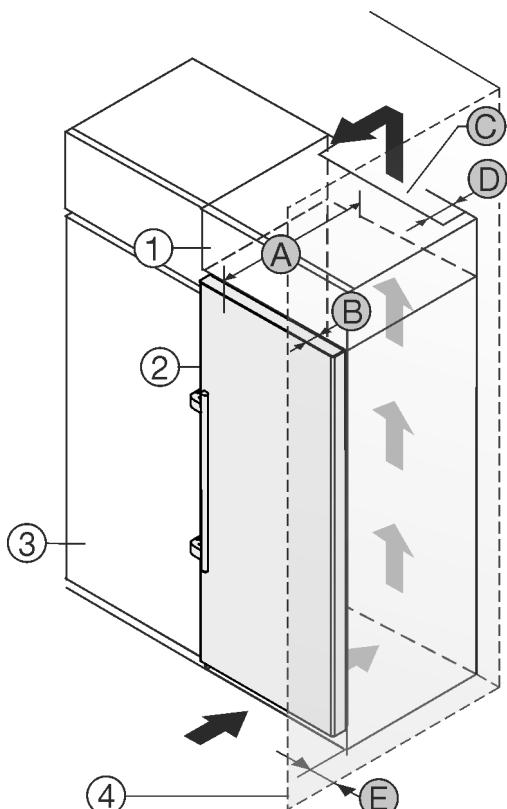

Fig. 2
Uređaj možete postaviti neposredno pored kuhinjskog ormara Fig. 2 (3).*
Na stražnjoj strani visećeg ormara treba postojati otvor za odzračivanje dubine Fig. 2 (D) po cijeloj širini visećeg ormara.*
Ispod stropa prostorije treba poštovati ventilacijski presjek Fig. 2 (C).*
Kada se uređaj postavlja s okovima pored zida Fig. 2 (4), razmak između uređaja i zida mora iznositi najmanje 57 mm . To odgovara stajanju ručice kod otvorenih vrata.*
Kako biste vrata mogli potpuno otvoriti, uređaj mora biti za dubinu vrata Fig. 2 (B) ispred u odnosu na prednjicu kuhinjskog ormara. Ovisno o dubini kuhinjskih elemenata Fig. 2 (3) i uporabi zidnih odstojnika, uređaj može i dalje stršati.*